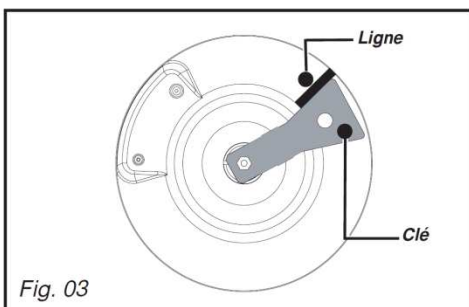

Fig. 03
— Vous pouvez immobiliser, si vous le désirez, la table au moyen de pattes de fixation livrées avec leur vis se fixant sous le carter (Fig.01 - Fig. 03) .
Dans une installation existante, un tube souple équipé de ses colliers de serrage (conforme à la norme XP D 36-110) dont la durée de vie est de 5 ans peut être utilisé. Il est nécessaire dans ce cas d'utiliser un about sans oublier de mettre en place une rondelle d'étanchéité entre l'about et le coude de la table (Fig. 03).
– Tournez la clé dans le sens des aiguilles d'une montre jusqu'à ce que la ligne apparaisse de l'autre côté (Fig. 03).